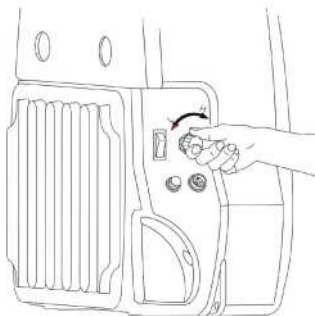

Fig. 12
(IV) Reglarea presiunii (fig. 12)